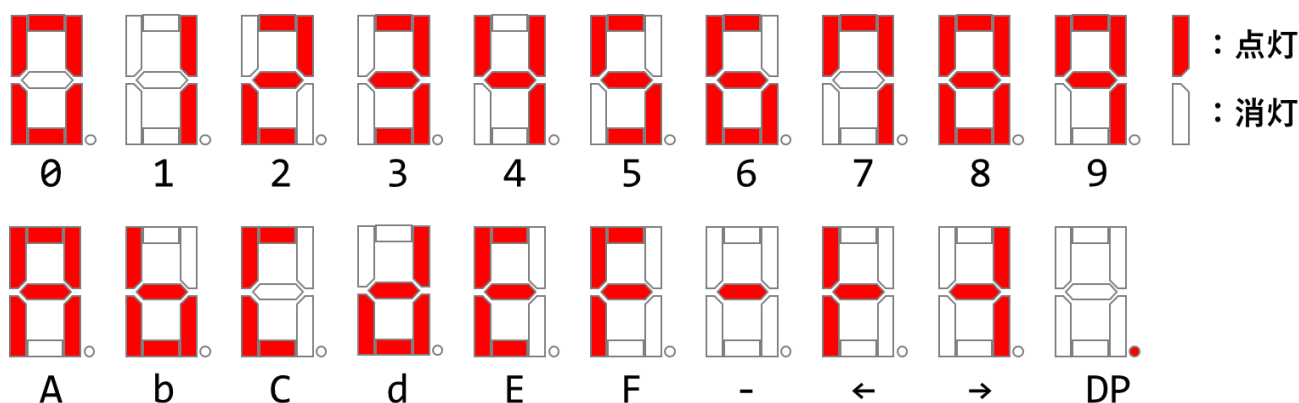

図4 7セグメントLEDの表示
- (5) 作成した課題のソースリストを USB メモリにコピーすること。コピーは競技時間内に行うこと。（提出は競技終了後で良い）
- (6) 7セグメントLEDは、表示を読み取ることが出来ること。また、点灯パターンは図4の通りとする。